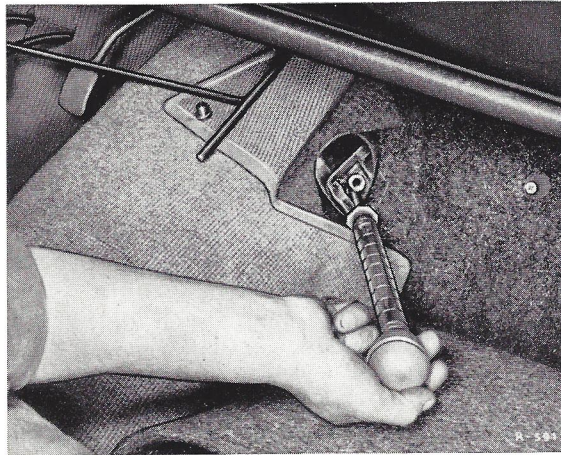

Bild 25 - 0/12
den. Hierzu ist die Matte am Getriebetunnel zurückzuschlagen und der Verschußdeckel rechts am Kupplungsgehäuse zu öffnen (Bild 25 - 0/12).
Nach einer Fahrstrecke von je 8000 km sind diese Abdeckbleche sorgfältig zu reinigen. Dazu ist das Abdeckblech für die Kühlluft vorne (1) am Kupplungsgehäuse abzuschrauben (Bild 25 - 0/13).